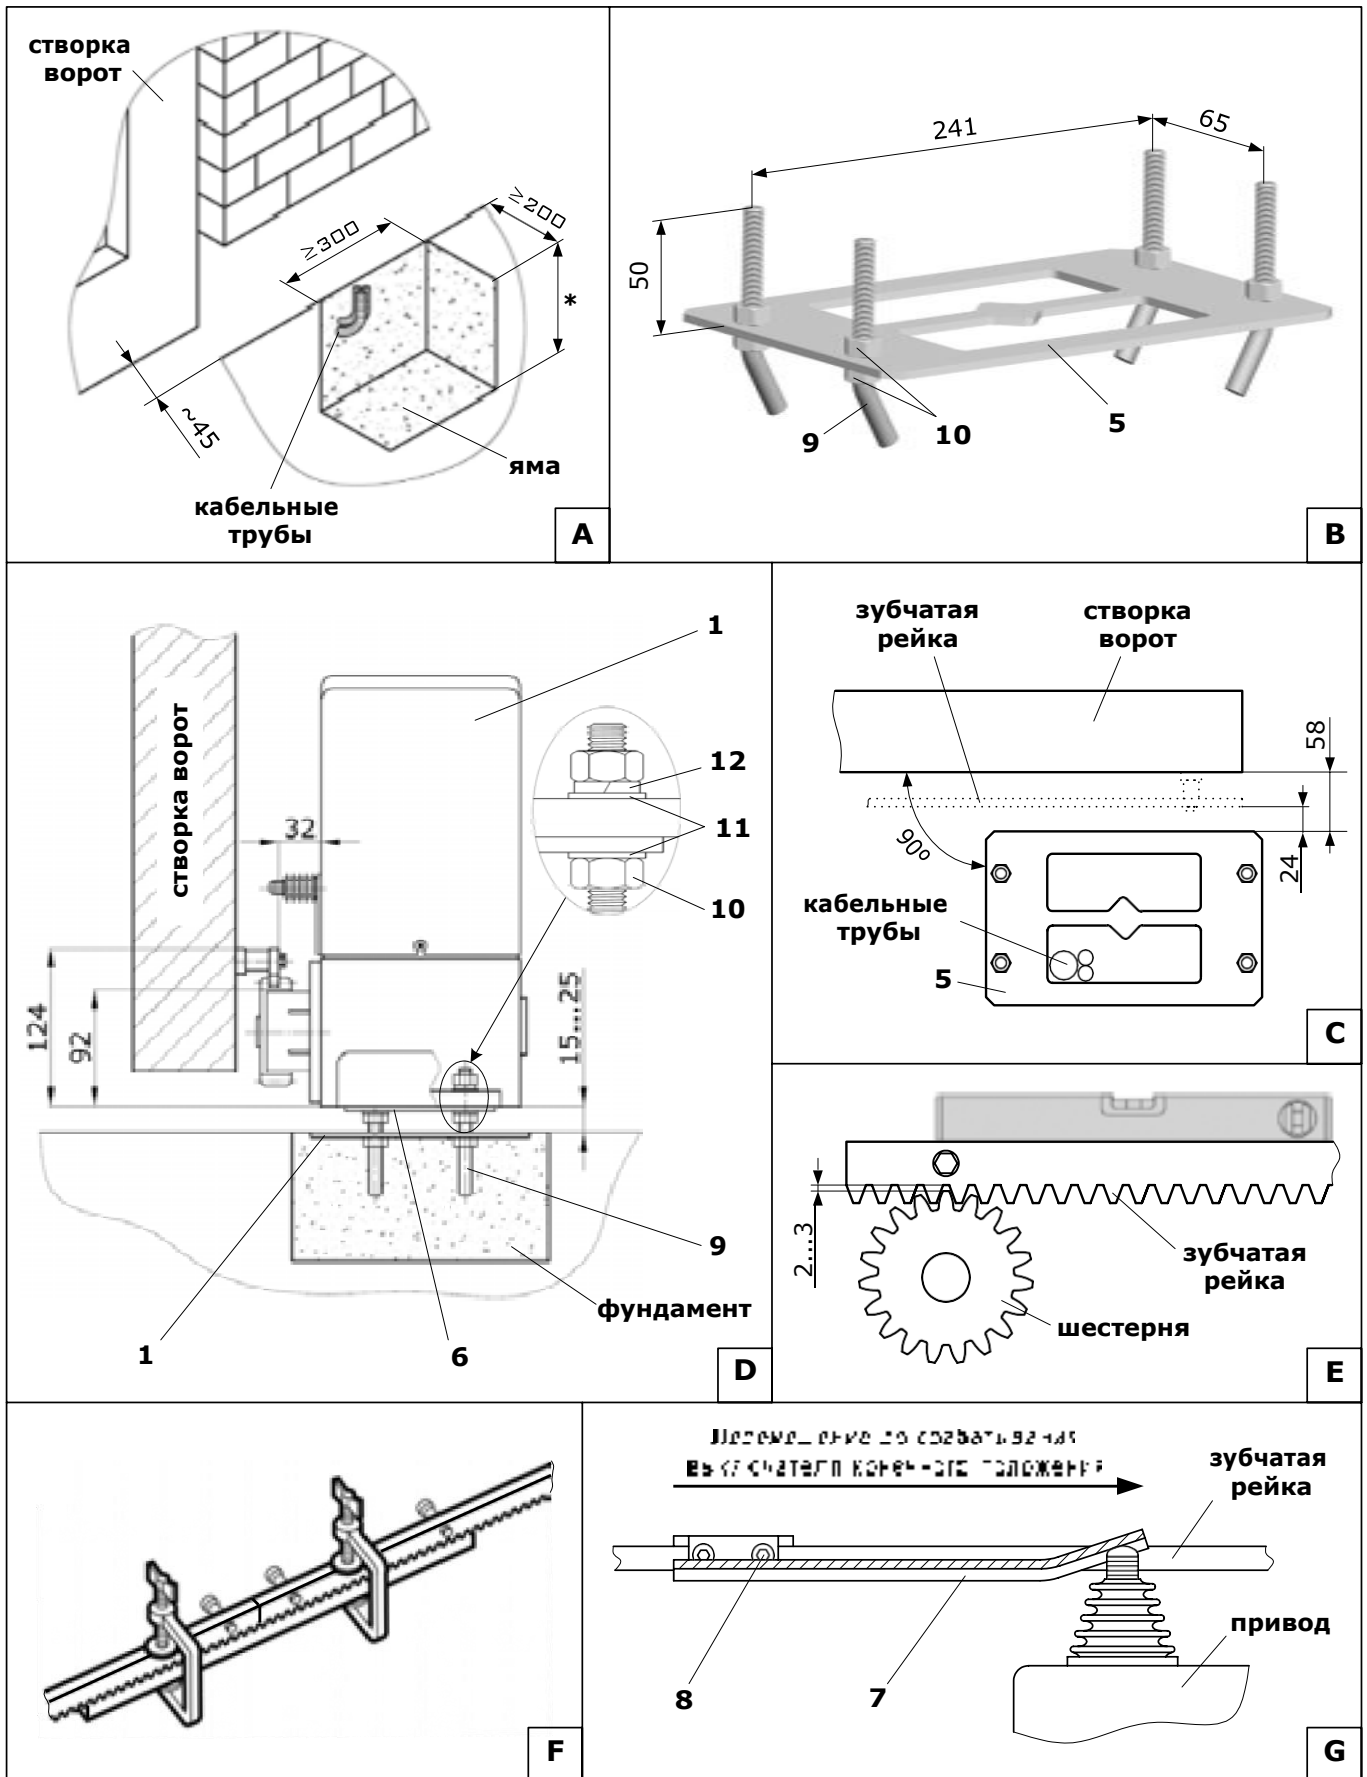

Рис. 3. Монтаж привода
- Подготовьте яму (Рис. 3А) под фундамент для привода. Расположение ямы относительно проема выберите в зависимости от конструкции ворот (например, при самонесущих воротах привод располагается так, чтобы шестерня находилась посередине между роликовыми опорами).
- Установите на монтажное основание 5 (Рис. 3В) фундаментные болты 9 и зафиксируйте их гайками 10. Гайки под монтажным основанием вверните так, чтобы оставшаяся часть болта выходила выше основания на 50мм.
- Установите монтажное основание 5 с болтами в фундамент, выдерживая необходимые установочные расстояния (Рис. 3С), соблюдая параллельность створке ворот и горизонтальность. Монтажное основание при установке необходимо немного вдавить (утопить) в фундамент, предварительно пропустив через окно в основании кабельные трубы с электрическими кабелями.
- Поместите первую секцию зубчатой рейки горизонтально на шестерню привода, прижав крепления (втулки) к поверхности створки ворот. Выдерживайте зазор между зубчатой рейкой и шестерней 2...3мм (Рис. 3Е) для предотвращения воздействия веса створки на привод. Наметьте точки крепления зубчатой рейки на створке ворот.